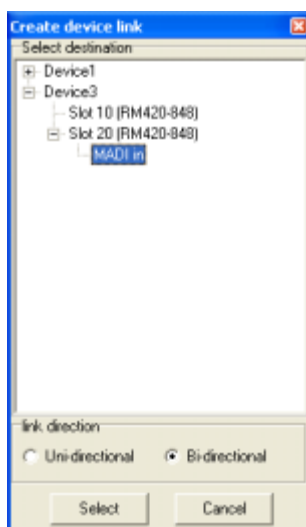

Abbildung 3–25: Device Link anlegen, Fenster zur Auswahl des Ziels.
5. Wählen Sie nun das Ziel der Verbindung auf die gleiche Art wie die Quelle aus. Zusätzlich können Sie bei MADI-Verbindungen die Option **Bi-directional** aktivieren. Damit werden automatisch die beiden zusammengehörigen Device Links erstellt. (Siehe Abbildung 3–26.)